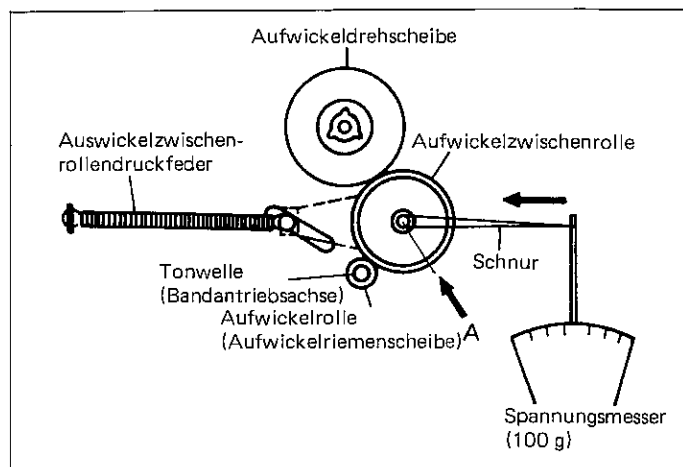

Abbildung 35–2
■ EINSTELLUNG DES ANDRUCKROLLENDRUCKES (Siehe Abbildung 35–3.)